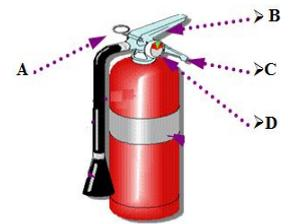

Figure 1
9) Citer les parties d'un extincteur portatif de la figure 1